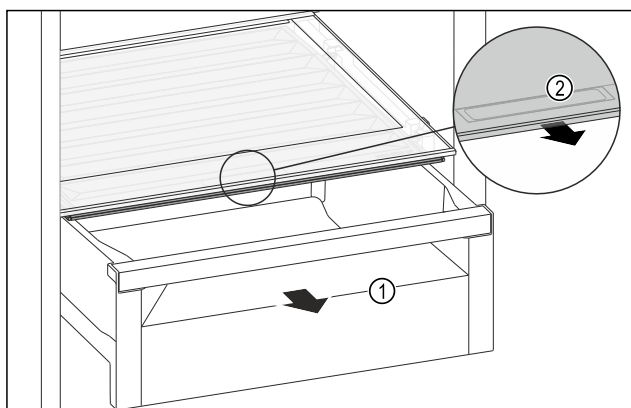

Fig. 104
- ▶ Zásuvku Fig. 104 (1) vytáhněte.
- ▶ Uchopte prohlubeň pro rukojeť Fig. 104 (2) na víku zásuvky a současně zatáhněte za víko zásuvky směrem dopředu.